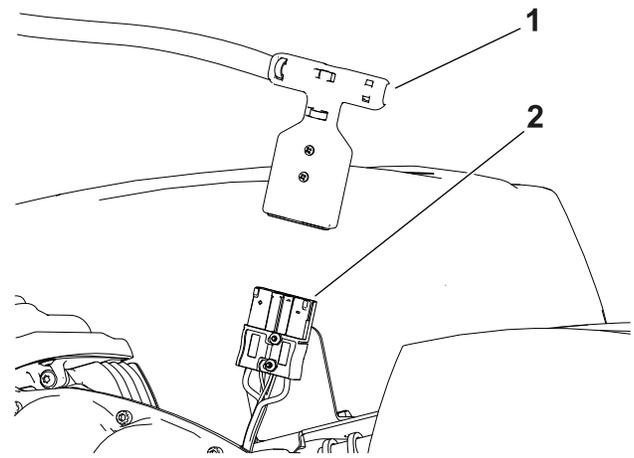

Figura 29
4. Desconecte el conector en T del arnés de cables principal en el conector del suministro eléctrico principal situado en la base de la batería (Figura 29).